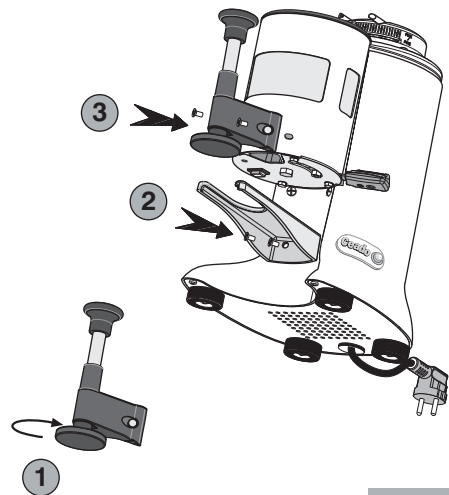

Abb. 14
- 2** Den Durchmesser der Pressvorrichtung (53, 54,5 oder 57,5 mm), der für den Filterhalter Ihrer Kaffeemaschine geeignet ist, und diesen am Stab der Teleskop-Pressvorrichtung befestigen (1, Abb. 14).
- 3** Die mit der Teleskop-Pressvorrichtung mitgelieferte lange Auflagegabel positionieren und mit den gleichen Befestigungsschrauben der vorher entfernten kurzen Auflagegabel befestigen (2, Abb. 14).
- 4** Die Teleskop-Pressvorrichtung positionieren und mit den mitgelieferten Schrauben befestigen (3, Abb. 14).